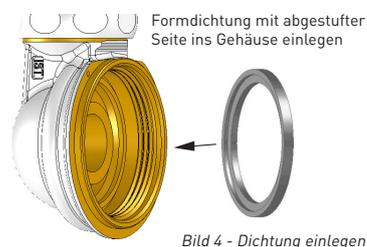

Bild 4 - Dichtung einlegen
- Die Formdichtung mit der abgestuften Seite ins Gehäuse einlegen (Bild 4).